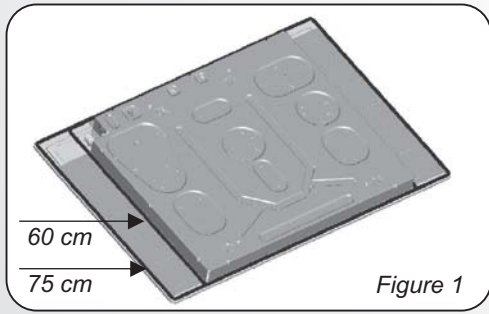

Figure 1
**Важная информация** На рис. 1 показано, как наносится герметик. Варочная поверхность крепится с помощью фиксирующих зажимов, которые вставляются в отверстия, расположенные на основании варочной поверхности.